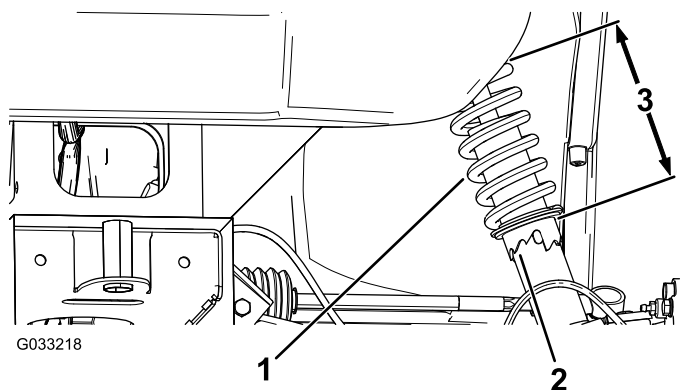

Figura 51
2. Si la caída de la rueda no está alineada, utilice la llave de tuercas para girar el collarín en el amortiguador y alinear la rueda (Figura 51).